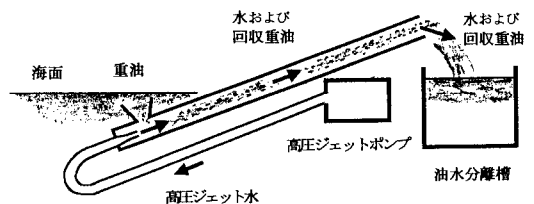

図1 重油回収装置概要
1. 緒言 ロシア船籍タンカー「ナホトカ号」が、平成9年1月2日、日本海で遭難し、合計6,200kl以上のC重油を流出し、日本海およびその沿岸域に甚大な被害を与えたが、2年後の現在、汚染された環境の復元状況は良好なものとなった。しかし、再び同様の重油流出事故が発生した場合の防御機器類などは、依然として完成しておらず、今なお深刻な不安と多くの課題が残されている。特に、①高波浪に耐えるオイルフェンス、②海水とエマルジョン化した高粘度重油の回収装置、③回収後の油水分離装置の3者は、それぞれ独立して必要であるのみならず、洋上での重油回収には相互に関連したものとして開発が要求されている。
2. 海上流出重油の回収 オイルフェンスは、通常は油の流出・流入の阻止に使用するものであるが、洋上に分散・浮流する重油の回収には、例えば2隻の船の間に張ったオイルフェンスを曳航することが考えられる。この場合、オイルフェンスは「波・流れ共存場」の流体力を受けるため、波のみの場合よりも一層強靱なものが要求されるが、さらに曳航に伴うオイルフェンス下部からの一様流の流出による重油の漏洩を阻止する必要がある。後者については、例えばフェンスに取り付ける複数の曳航索の位置と、それらにより作られるスカート状の曲線形状を工夫することが考えられる。このようにして一個所に集めた重油や浮流している大油塊の回収は、①海面上で、トロール漁法に類する方法により、袋状ネットに捕獲し、そのまま曳航する、②図1に示すように、回収管の中に高圧ジェット水を噴射し、海面上の重油を吸入し、船上へ噴送するなどの方法が考えられる。後者の場合、海水とジェット水も同時に噴送されるため、船上からのこれらの水の排出が必要となる。なお、真空ポンプによる重油の吸入は、高粘度のため不可能である。
このようにして回収した重油は、波の作用により、海水とのエマルジョン化が進んでいるため、その70～90%は海水であり、回収効率が極端に悪いのみならず、焼却廃棄処分は困難を極める。したがって、エマルジョンの解消すなわち重油塊からの水の分離が必要となる。その方法としては、①70℃程度の海水による熱分離、②図1の高圧ジェット水による流体力の分離などが考えられるが、今後の多面的な検討が要求される。
3. 高圧ジェット水の管内挙動 図1に示す重油の回収装置の完成には、高圧ジェット水の管内の挙動の理解が不可欠である。写真1は、吸い込まれる重油を右側方から60kg/cm²（現地用は150 kg/cm²）の高圧ジェット水を噴射し、左方向へ噴送する部分の模型であるが、ジェット水の噴射ノズル付近に小さな空気吸入穴を取り付け、噴流が自動的に混気ジェット水になるよう工夫されている（MJP特許所有）。混気ジェット水を用いる理由の一つには、管内輸送に伴う空気泡の膨張が、輸送力を増加すると考えられていることにあるが、今後さらに検討が必要である。写真2は、吸い込み口のバルブを開放し、大気中へのジェット水の噴射状況を見たもので、水圧に応じた強い噴送力を発揮する。写真3は、吸い込み口のバルブを閉じた状態であり、この場合、ジェット水の速度水頭が大きいために、管内の圧力水頭が真空圧に近くなり、そのため一旦左方向へ通過したジェット水が、再び右方向へ逆流して来る。この状態は、吸入口が重油で閉塞された場合に相当し、重油輸送が困難になると思われるため、自動的に写真3から写真2の状態に戻るような工夫が必要である。写真4は、吸入口から吸い込んだ着色水を左へ輸送し始めた初期状態であり、強い輸送力が期待される。しかし、時間の経過に伴い、写真5の